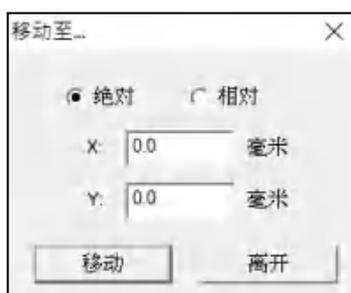

图 7.2.02
1. 按右上方的「移动至...」按钮，会出现对话框，如图 7.2.02 所示，直接输入 X 及 Y 的坐标值，并按「移动」按钮，则 XY 滑台将位移到该位置。移动的速度百分比可由「速度」来调整。